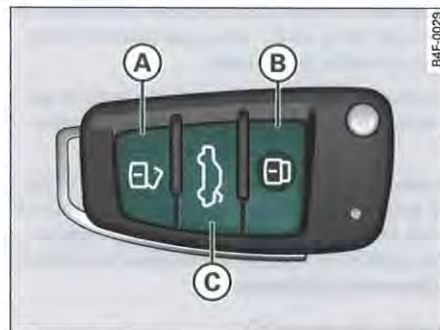

Fig. 55 Clé à radiocommande : affectation des touches
- Appuyez pendant environ une seconde sur la touche **(A)** ⇒ fig. 55.